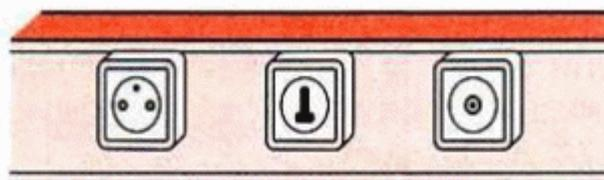

Fig. 6 : Plinthe avec prise de courant, prise téléphone, prise télévision.
- en système de canalisations préfabriquées et socles de prise de courant (*fig. 6 et 7*).